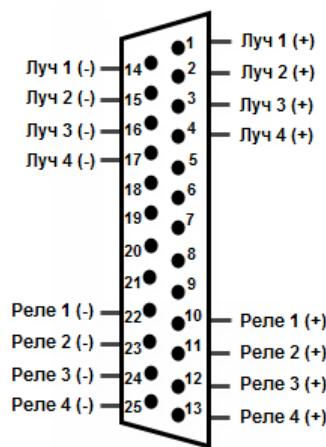

Рис. 2.4—18 Разводка внешнего разъема платы «МО USBI0 4x4»
4. Для подключения лучей и реле распаять разъем, входящий в комплект поставки. Распайка производится в соответствии с разводкой внешнего разъема платы «МО USBI0 4x4» (Рис. 2.4—18).